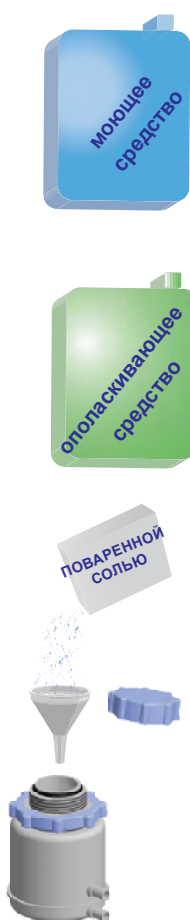

Рис. 11
- Измерить, а затем восстановить количество соли, обращая внимание на то, чтобы она не попала в ванну. Большая концентрация соли в ванне может привести к сбоям в работе машины и сократить срок её службы. Наполните специальный контейнер, расположенный внутри ванны (см. рис. 11) крупной поваренной солью (гранулы от 1-2мм).